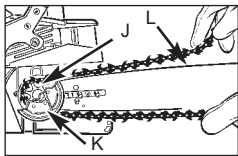

рис. 3G
6. Проведите цепь вокруг звёздочки (J) за сцеплением (K). Убедитесь, что звено цепи встали между зубьями звёздочки (рис. 3G).
7. Вставьте ведущие звенья в канавку (L) и проведите их вокруг конца шины (рис. 3G).